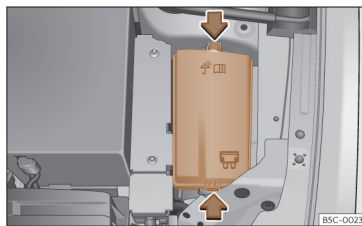

Fig. 211 En el vano motor: tapa de la caja de fusibles.
- Presione las pestañas de bloqueo para desbloquear la tapa de la caja de fusibles >>> **fig. 211**.